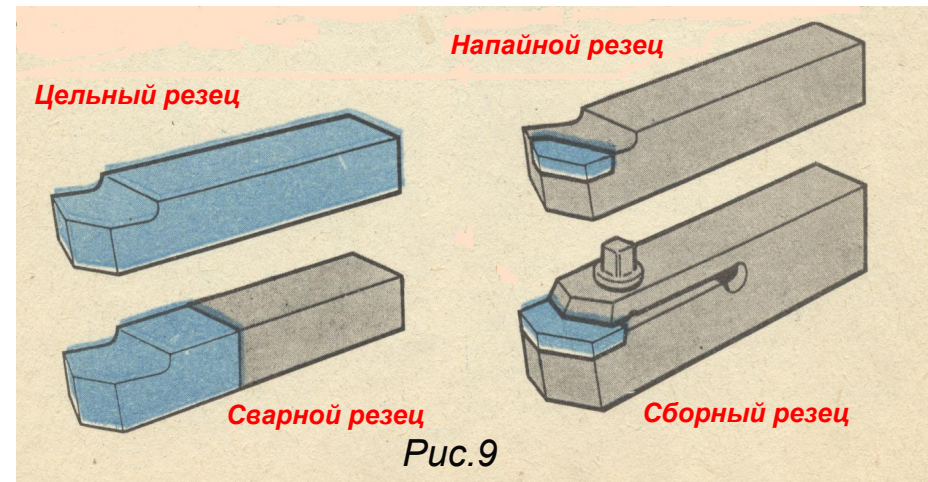

Рис.9
3. По способу изготовления – на цельные, сварные, напайные и сборные. (Рис.9)